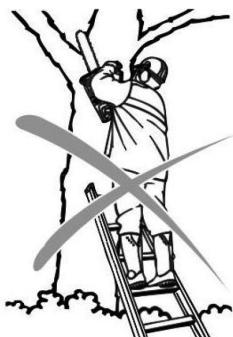

Рис. 3
- Запрещено работать, стоя на лестнице, если не возможно обеспечить устойчивость опоры (рис. 3).
- Запрещено пилить, если место распила сучьев, ветвей или ствола находится выше уровня плеч (рис. 3).